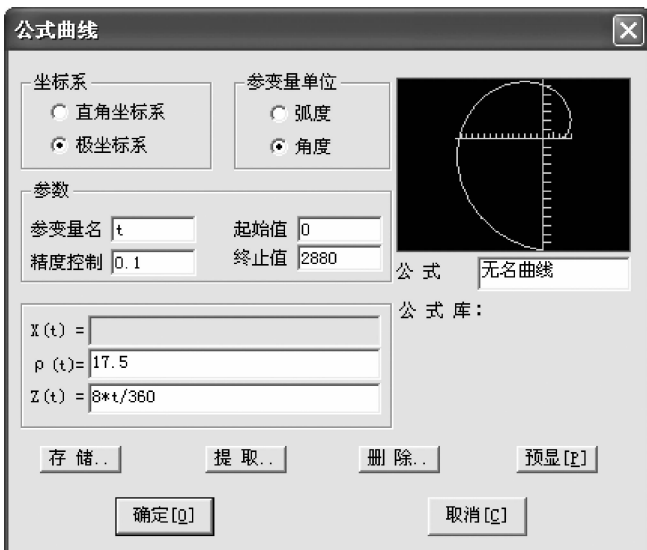
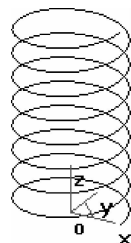

图 3-37 设置压缩弹簧螺旋线的参数
图 3-38 绘制压缩弹簧的螺旋线
解 (1) 单击按钮,弹出“公式曲线”对话框,设置参数如图 3-37 所示,单击按钮,拾取坐标原点,完成操作,作图结果如图 3-38 所示。